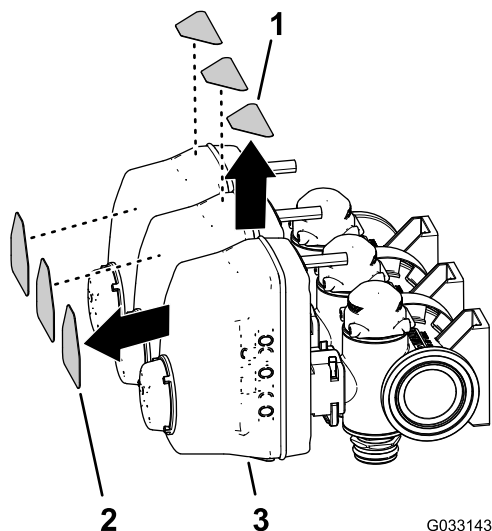

Рисунок 61
4. Удалите три наклейки клапанов стрел и три наклейки по регулировке перепуска (Рисунок 61).